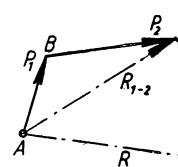
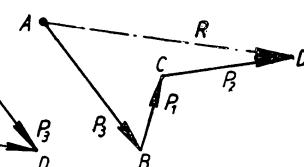

Bild 178
Bild 179
Lösung: a) Man vereinigt zunächst P_1 und P_2 zu ihrer Mittelkraft R_{1-2} (Bild 178). Dabei genügt es, statt des vollständigen Parallelogramms (Aufg. 152) das halbe Parallelogramm, d. h. das Kräfteeck, zu zeichnen. Die Kraft R_{1-2} wird dann weiter mit P_3 zur Gesamtmittelkraft R zusammengesetzt.
- b) Die Reihenfolge der Kräfte ist bedeutungslos. In Bild 179 ist z. B. die Reihenfolge $P_3-P_1-P_2$ gewählt, wobei sich dieselbe Mittelkraft R wie in Bild 178 ergibt. Die Richtung der Mittelkraft geht immer vom Anfangspunkte A aus.